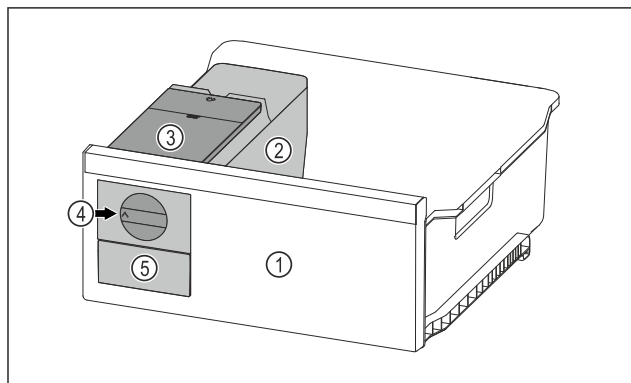

Fig. 109 Représentation à titre d'exemple
- Tourner le bouton rotatif Fig. 109 (4) dans le sens horaire jusqu'à la butée.
- Les glaçons tombent du bac à glaçons dans le tiroir à glaçons Fig. 109 (5).